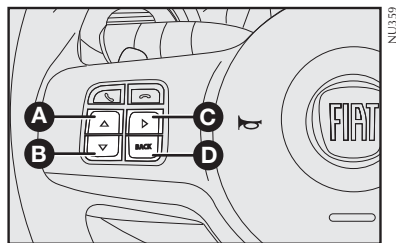

fig. 52
## BOTÕES DE COMANDO - fig. 52
Os botões de comando estão localizados à esquerda no volante **fig. 52**.
## COMANDOS NO VOLANTE - fig. 52 (algumas versões)
- **D-fig. 52 (algumas versões)**